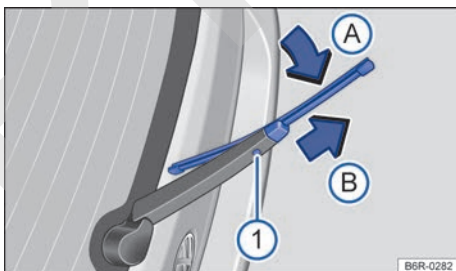

Fig. 138 Cambio de la escobilla limpiacristales de la luneta.
- Mantenga pulsada la tecla de desbloqueo → fig. 138 ①.
- Doble la escobilla en dirección al brazo del limpiacristales → fig. 138 (flecha A) y tire al mismo tiempo en el sentido de la flecha B. Es probable que tenga que emplear bastante fuerza.
- Inserte una escobilla nueva de la **misma longitud y tipo** en el brazo del limpiacristales en el sentido contrario al de la flecha → fig. 138 B hasta que encastre. Para ello la escobilla debe estar doblada → fig. 138 (flecha A).